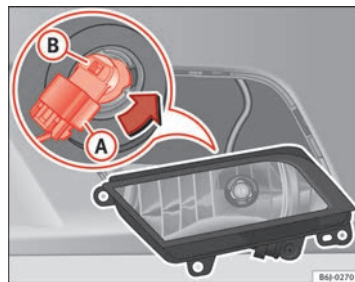

Fig. 160 Farol de nevoeiro
- Retire o conector ⇒ Fig. 160 (A) da lâmpada.
- Rode o porta-lâmpadas ⇒ Fig. 160 (B) para a esquerda e puxe. ▶